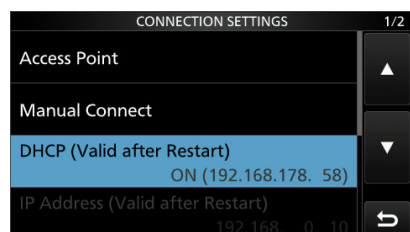
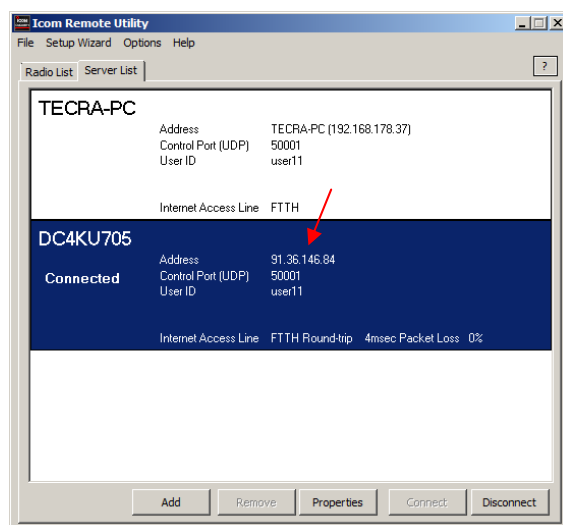

Bild 17: DHCP-Adresse des IC-705: 192.168.178.58
Bild 22: Im Server des IC-705 die "öffentliche IPv4-Adresse" des Routers eintragen
Der IC-705 verfügt über einen eingebauten Server und eine WLAN-Schnittstelle, wodurch sich die Verbindung zur Fernsteuer-Software RS-BA1 vereinfacht (1). Zunächst muß der IC-705 über WLAN mit dem heimischen WLAN-Router verbunden werden. Dazu auf *Menü* -> *Set* auf *WLAN gehen* *WLAN* auf *ON* schalten. Dann auf *Connection Settings* -> *Access Point* und den Zugangspunkt des WLAN-Routers wählen. Das Kennwort (Password) eingeben und anschließend verbindet sich der IC-705 mit dem WLAN-Router. Die DHCP-Adresse des IC-705 erscheint im Display (**Bild 17**), notieren!
Zur Fernsteuerung aus dem Internet, ist es nur noch ein kleiner Schritt. Im Router müssen unter *Netzwerk (DC4KU705)* -> *Freigaben* die Ports 50001 bis 50003 weitergeleitet werden (**Bild 21**) und als IP-Adresse wird nicht mehr die IP des IC-705 verwendet (**s. Bild 17**), sondern die "öffentliche IPv4 Adresse" des Routers. Diese Adresse findet man im Router unter *Internet* -> *Online Monitor*, bei mir lautet sie z.B. 91.36.146.84. Dann Icom Remote Utility -> *Server List* öffnen und unter *Adress* die IPv4-Adresse des Routers eintragen (**Bild 22**).